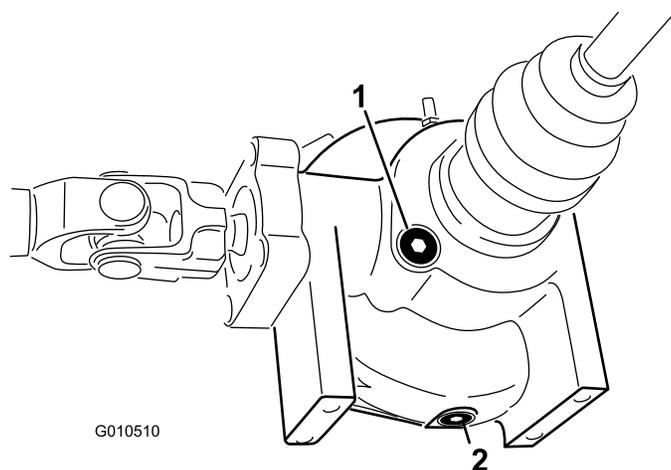

図 50
2. デファレンシャル側面にあるドレンプラグの周辺をウェスできれいにぬぐう（図 50）。ドレンプラグの下にオイルを受ける容器をおく。